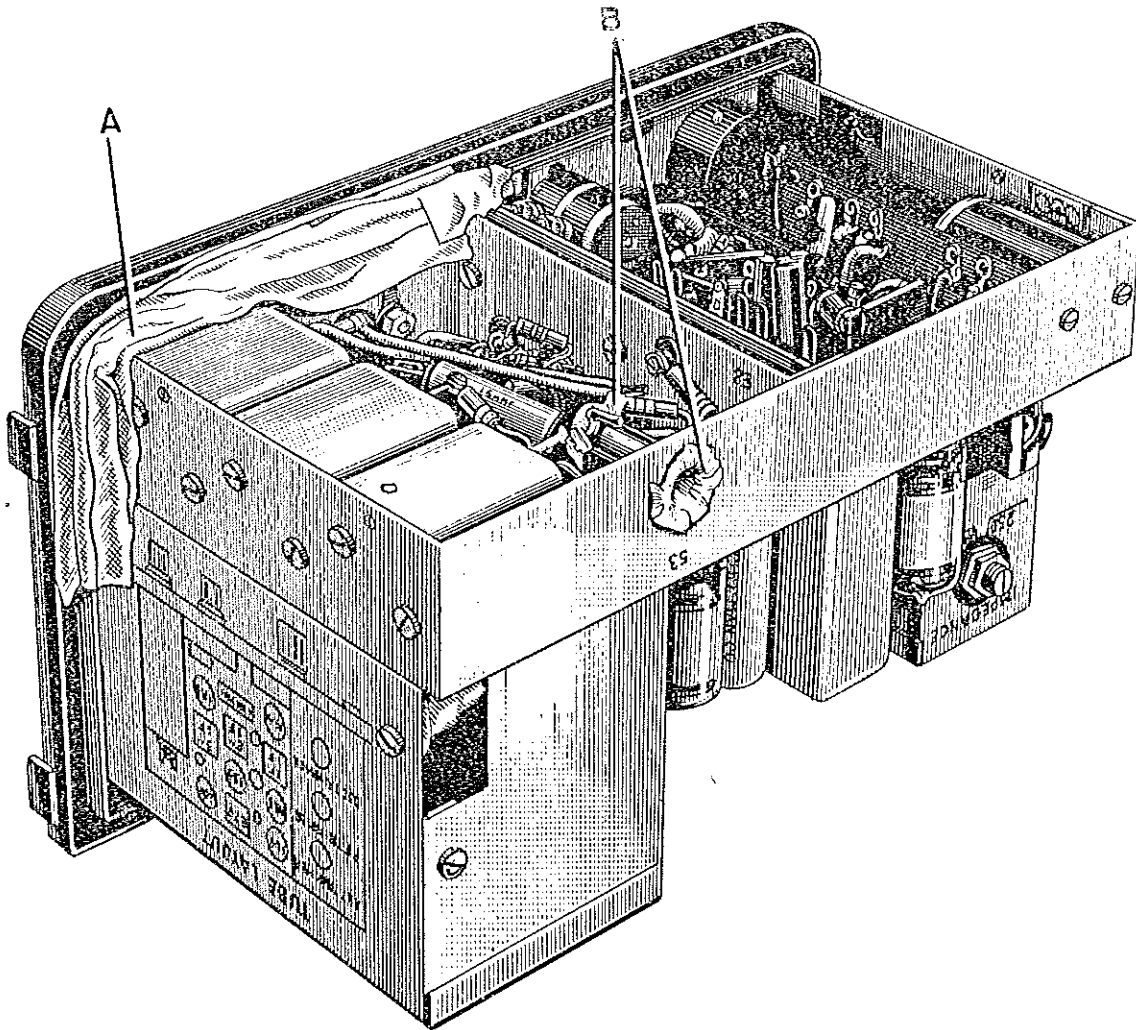

Fig.45. Chassis du récepteur intérieur du fond éléments masqués
(5) *Masquer le récepteur.* — Couvrir les parties suivantes avec de la bande de protection, comme indiqué aux figures 45 et 46.
- (a) Ouverture voisine du mécanisme d'accord pièce A figure 45.
- (b) Ouverture à l'extrémité du jack de terre, pièce B, figure 45.